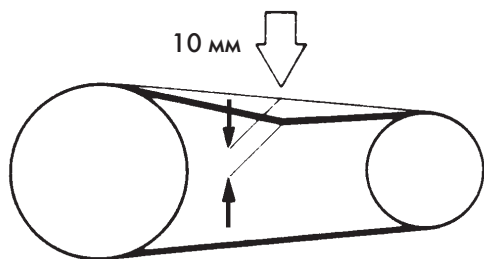

Рис. 31 Проверка натяжения клинового ремня
- Натяжение клинового ремня в норме, если его можно продавить между шкивами на **10 мм** сильным нажатием большого пальца (рис. 31). Для точной регулировки мы рекомендуем наш измеритель предварительного натяжения клиновых ремней, зак. № N25238.